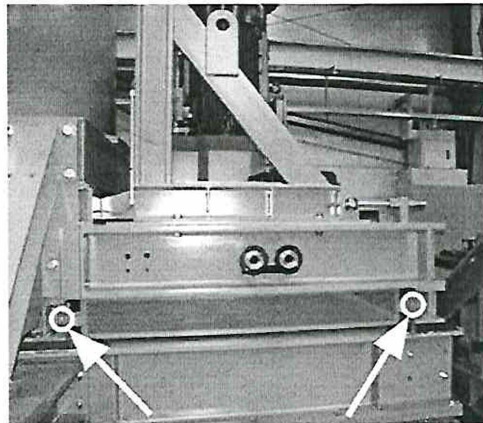

Рис. 2: Щиток клинового ремня
2. Откиньте щиток (Рис. 2) наружу и снимите его.
8. В заключение установите на место щиток (Рис. 2).